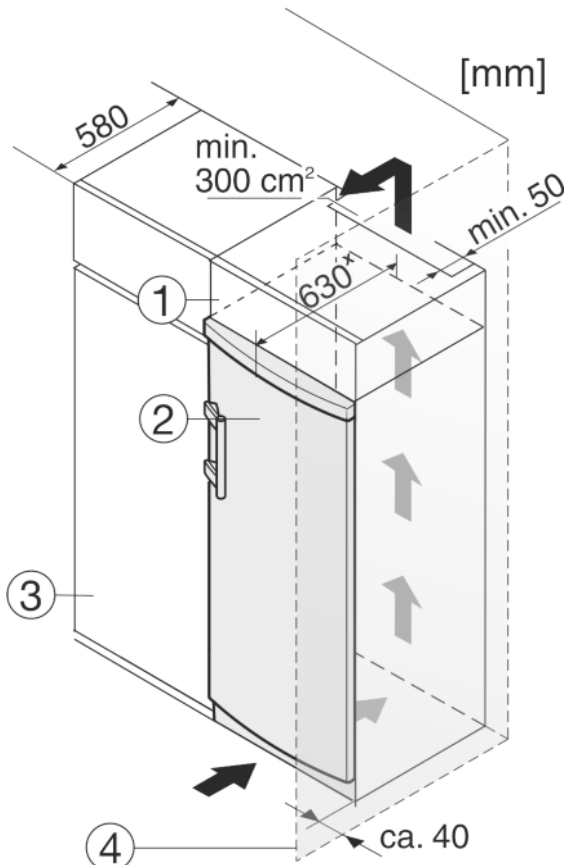

Fig. 10
A készüléket körbe lehet építeni konyhaszekrényekkel. Rá lehet szerelni egy rátét szekrényt Fig. 10 (1), hogy a készüléket Fig. 10 (2) a konyhabútorok magasságához igazítsa.
Ha a berendezést (max. 580 mm mélységű) konyhaszekrényekkel építi körül, akkor közvetlenül a konyhaszekrény Fig. 10 (3) mellett is felállíthatja. A készülék oldalirányban 34 mmx, a közepétől pedig 50 mmx távolságban nyúlik túl a konyhaszekrény előlapjához képest.
Mikor a berendezést a csuklópántokkal egy fal Fig. 10 (4) mellett állítja fel, akkor a berendezés és a fal közti távolság legalább 40 mm legyen. Ez nyitott ajtó esetén megfelel a fogantyú túlnyúlásának.